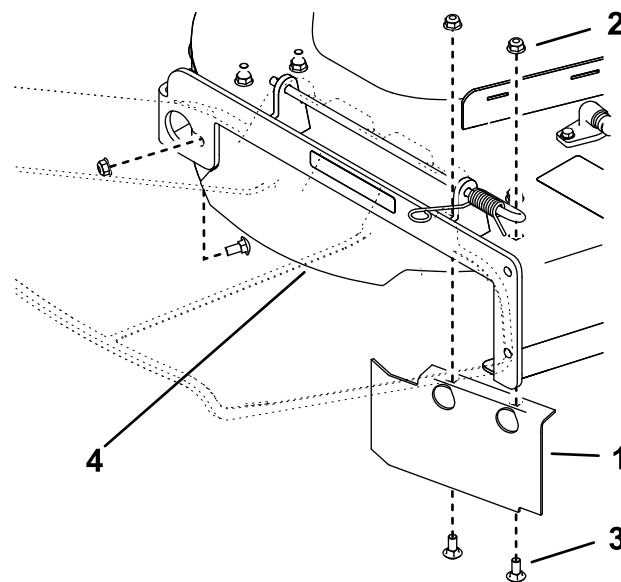

**Figura 6**
- Montate il deflettore destro utilizzando un bullone a testa tonda (5/16" x 3/4") e 3 dadi (5/16"), come illustrato nella Figura 6. Serrate i dispositivi di fissaggio manualmente.